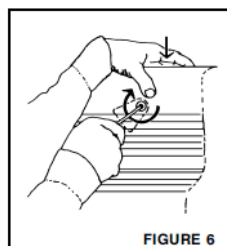
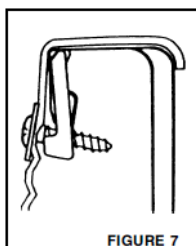

FIGURE 6
FIGURE 7
1. Commencer par le côté cabine de la caisse. Pousser le longeron de la doublure contre le rebord de la caisse en serrant la vis de l'attache "Liner-Lok" dans le sens des aiguilles d'une montre (voir fig. 6). Vous devrez "sentir" le "Liner-Lok" pivoter vers le haut et s'arrêter. Continuer à serrer la vis jusqu'à ce que la doublure soit bien fixée à la caisse du camion (voir fig 7).